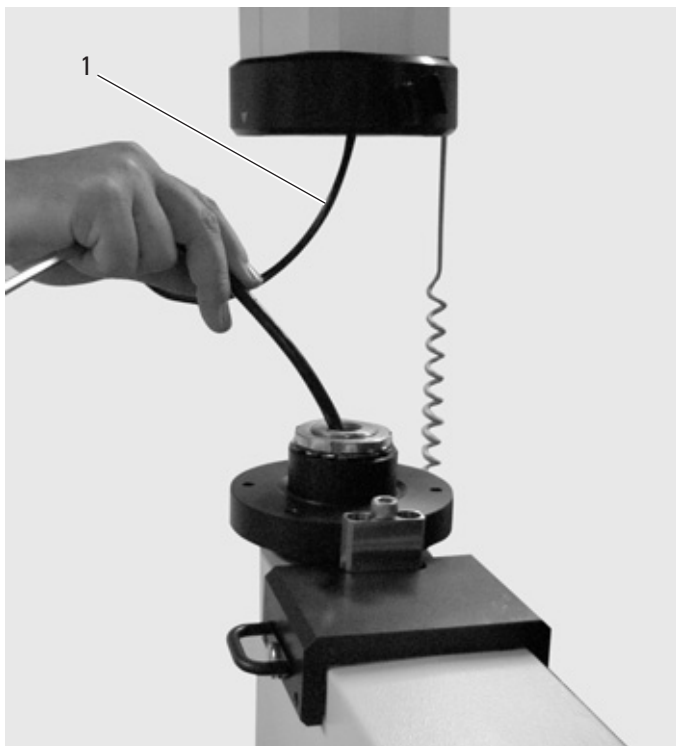

Bild 2
⇒ Horizontalarm hochheben und Netzkabel (1) durch den Horizontalarm fädeln (Bild 2).